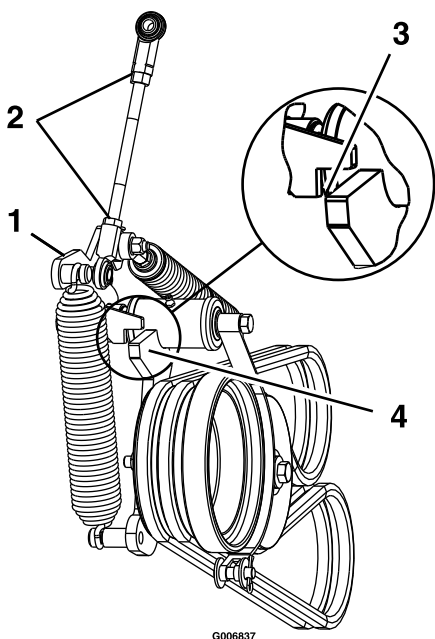

Figura 57
12. Afloje las contratuercas y ajuste el acoplamiento hasta que el extremo superior del brazo de la polea tensora esté alineado con el borde inferior de la muesca del brazo tensor, según se muestra en Figura 57.